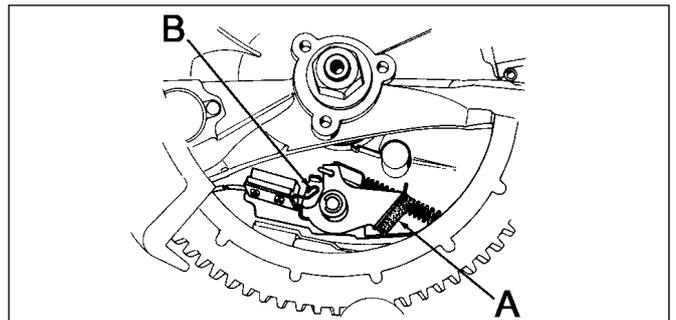

Abb. 2
- **WIEDERANLASSEN DES MOTORS** (Abb. 2). Um den Motor wiederanzulassen, muß die Bremse über die Bremsbowdenzug gelöst werden. Hierdurch löst sich der Bremsklotz (A) von der Schwungradinnenseite und der Zündunterbrechungskontakt (B) wird geöffnet. Bei elektrischen Startersystemen wird der Starter mit Spannung versorgt und der Motor angelassen. Bei Motoren ohne elektrisches Startersystem muß das Starterseil gezogen werden.